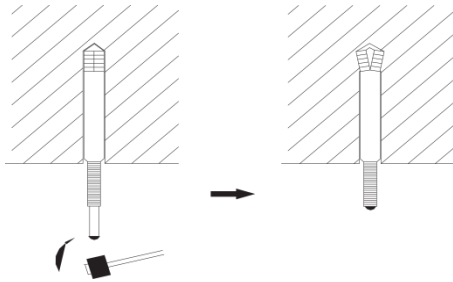

Fig. 3
- 1) Insira o parafuso de expansão M10 no orifício e martele-o. Consulte os Esquemas da dimensão do equipamento interior para obter a distância entre orifícios e consulte a Fig. 3 para a instalação do parafuso de expansão.